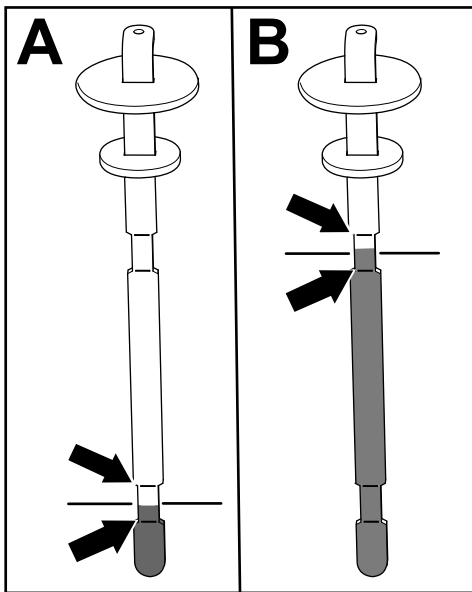

Bild 82
5. Nehmen Sie den Peilstab wieder heraus und prüfen Sie den Ölstand (Bild 82).
- **Bei angebaute Mähwerk:** Der Hydraulikölstand ist korrekt, wenn sich die Flüssigkeit zwischen den beiden Markierungen auf dem Ölpeilstab abzeichnet (A in Bild 82). Liegt der Flüssigkeitsstand über den unteren Markierungen ist dies auch ausreichend.
- **Bei installiertem Schlauchkit für hydraulische betriebene Anbaugeräte:** Der Hydraulikölstand ist korrekt, wenn sich die Flüssigkeit zwischen den beiden oberen Markierungen auf dem Ölpeilstab abzeichnet (B in Bild 82).